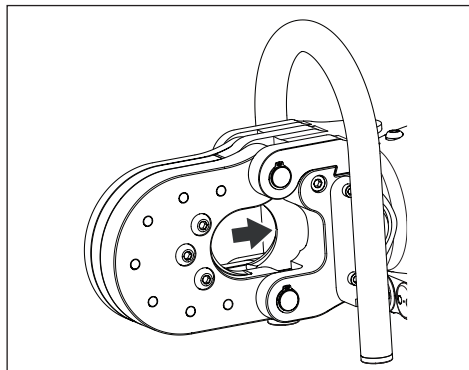

Figura 8, Stelo e lama in posizione Home (completamente retratta)
Assicurarsi sempre che lo stelo e la lama mobile siano del tutto retratti in posizione "Home" prima di posizionare qualsiasi materiale nella testa di taglio. Vedere la figura 8.
1. Verificare che lo stelo si trovi in posizione "home" (completamente retratto). Vedere la figura 8.